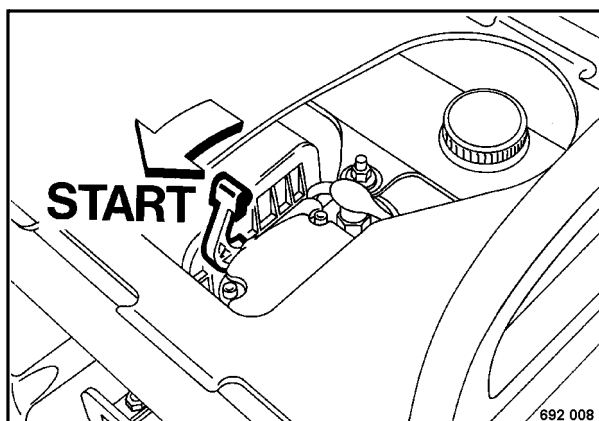

Fig. 2
- Tirar la palanca de descompresión (Fig. 2) hasta el tope en dirección de la flecha.